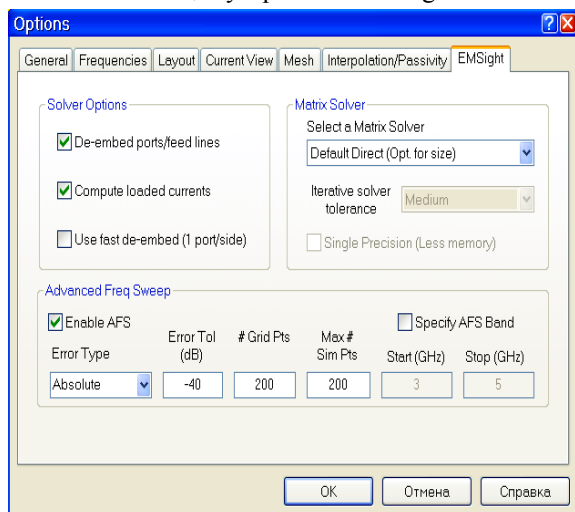

Рис. 6.46
3. Щёлкните мышкой по кнопке **EM-Sight** в верхней части окна, чтобы открыть эту вкладку (рис. 6.46). В области **Advanced Freq Sweep** в левой